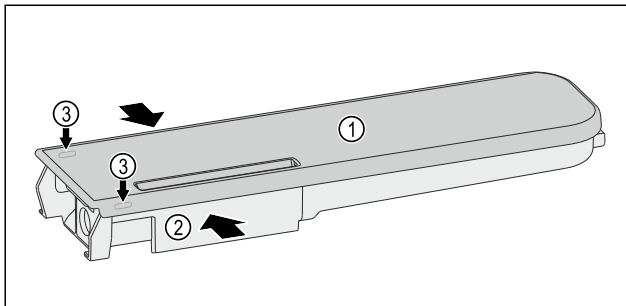

Fig. 145
- Su kabını Fig. 145 (2) sıkıştırın ve kapağı Fig. 145 (1) dikkatli bir şekilde yerleşme tırnağının Fig. 145 (3) üzerine kaldırın ve yukarı çekin.
- Kapağı Fig. 145 (1) hafifçe ileri-geri kaydırın ve yukarıya doğru çekip çıkartın.